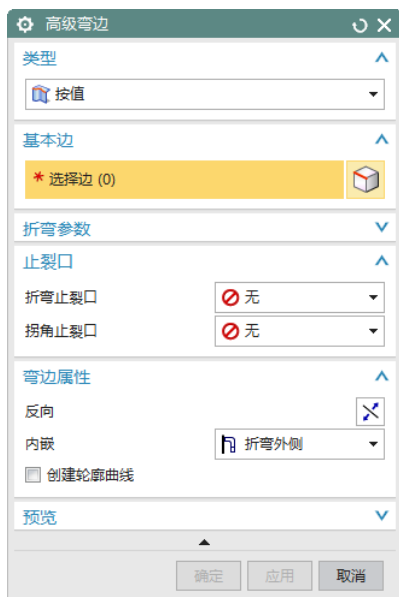

图 10-40 “高级弯边”对话框
(1) 选择“菜单(M)”→“插入(S)”→“NX 高级钣金”→“高级弯边(A)”,或者单击“主页”选项卡“折弯”面组上“更多”库下的“高级弯边”按钮 ,打开如图 10-40 所示“高级弯边”对话框。设置“内嵌”为“折弯外侧”,在“折弯止裂口”和“拐角止裂口”下拉列表框中选择“ 无”。